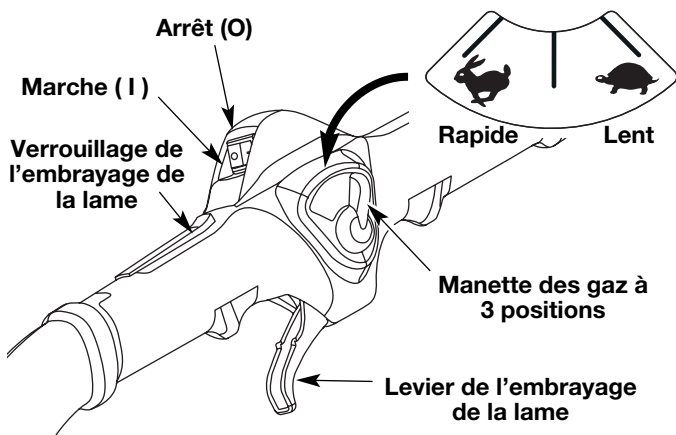
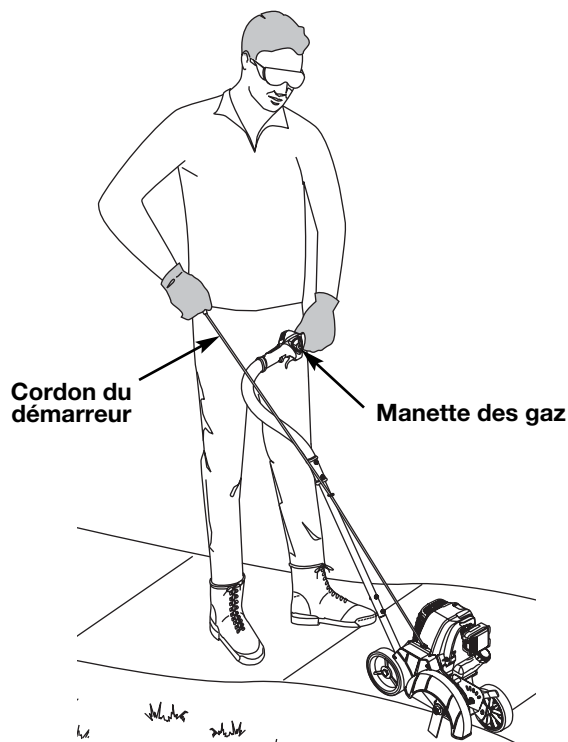

Fig. 8
Fig. 11
**REMARQUE :** Il est inutile de mettre l'appareil en marche. La commande On/Off est sur la position ON (I) en permanence (Fig. 8).
5. Se placer en position de démarrage (Fig. 11). Mettre le levier de la manette des gaz en position Rapide (I) (Fig. 8) et tirer sur le cordon du démarreur d'un coup sec cinq fois de suite.
1. Relâcher le verrouillage de l'embrayage de la lame et le levier d'embrayage de la lame, et mettre le levier de la manette des gaz en position Lent (O). Laisser le moteur refroidir en le faisant tourner au ralenti.
2. Appuyer et maintenir la commande Marche/Arrêt enfoncée en position ARRÊT (O) jusqu'à ce que le moteur soit complètement arrêté (Fig. 8).